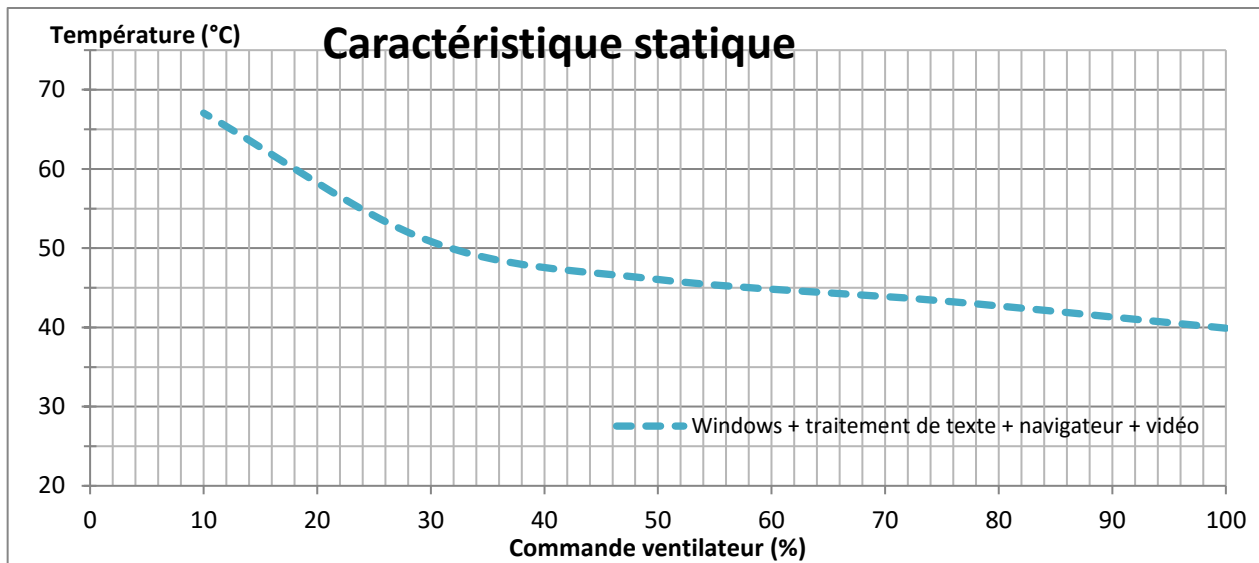

Figure 4
16. On suppose que Windows, un traitement de texte, un navigateur et une vidéo sont en fonctionnement. La caractéristique du procédé est rappelée Figure 4. Sur ce graphique, tracer la caractéristique du régulateur (température en fonction de la commande) à partir des points calculés à la question 15
21. Tracer sur la Figure 4, la nouvelle caractéristique du régulateur (température en fonction de la commande) à partir des points calculés